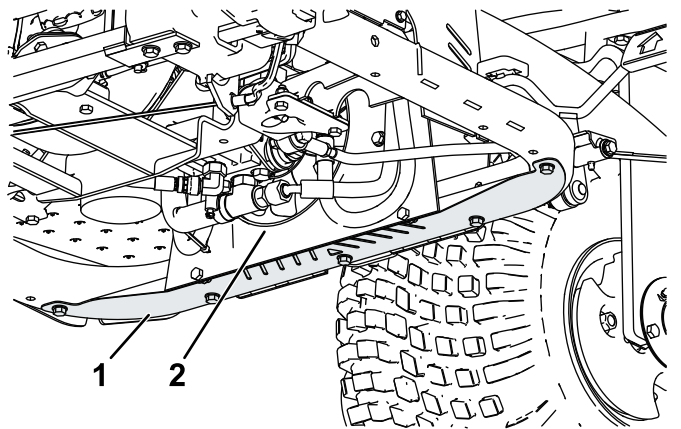

Figura 44
1. Îndepărtați protecția de la partea inferioară (Figura 44).
2. Folosind o tijă de aer comprimat, suflai aer între paletelile ventilatorului (Figura 44) pentru a forța materialul să iasă din locul în care a intrat.